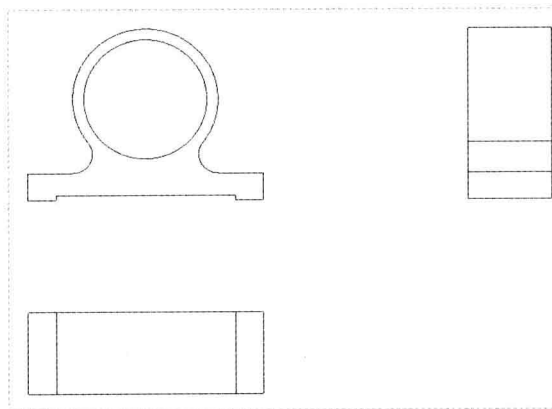

图 12-79 图形文件
Step 01 按【Ctrl+O】组合键，打开图形文件，如图 12-79 所示。